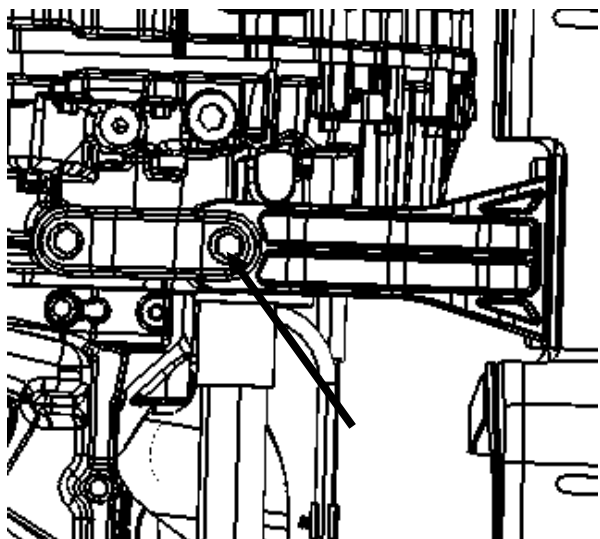

图 2
2.2.2 将动力总成后悬置支座与动力总成后悬置支架用螺栓连接，螺栓安装到变速箱箱体上，打紧力矩，如图 2 所示。
2.3.2 将动力总成后悬置支座与动力总成后悬置支架相连的螺栓打紧力矩为 55 N.m（如图 2 所示）。